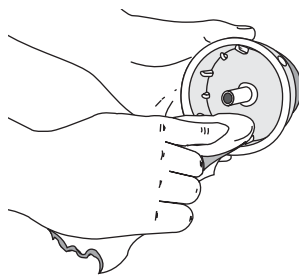

Fig. 24
4. Use un paño limpio para limpiar el carrete interior, el resorte, el eje y la bobina exterior (Fig. 24).